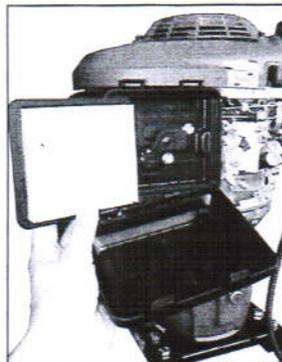

Fig. 11
6. Per il modello T-135HO: montare il filtro aria nell'apposito alloggiamento sul motore. Il filtro aria è smontato per salvaguardarlo dall'eventuale impregnamento d'olio. Nel trasporto, infatti, l'olio può uscire dal motore, se inclinato oltre i 20°. Pertanto, vi suggeriamo qual ora doveste trasportare la vostra mototrivella, di smontare sempre il filtro dalla cuffia in modo da evitare il rischio che si impregni d'olio. (Fig.11)